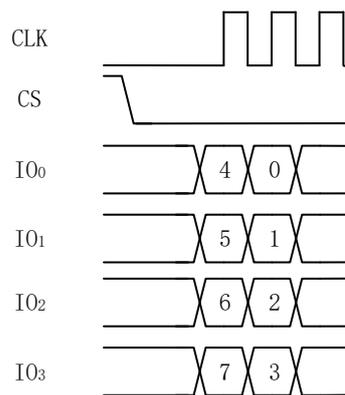

图 7 四线模式指令发送序列
3. 在四线模式 (Quad SPI 模式) 下发送指令，需要将控制寄存器 3 (QSPI_CTRL3) 的 IAT 位配置成 0x2，同时将控制寄存器 1 (QSPI_CTRL1) 的 FRF 位配置成 0x2。四线模式下的指令发送序列如图 7 所示。